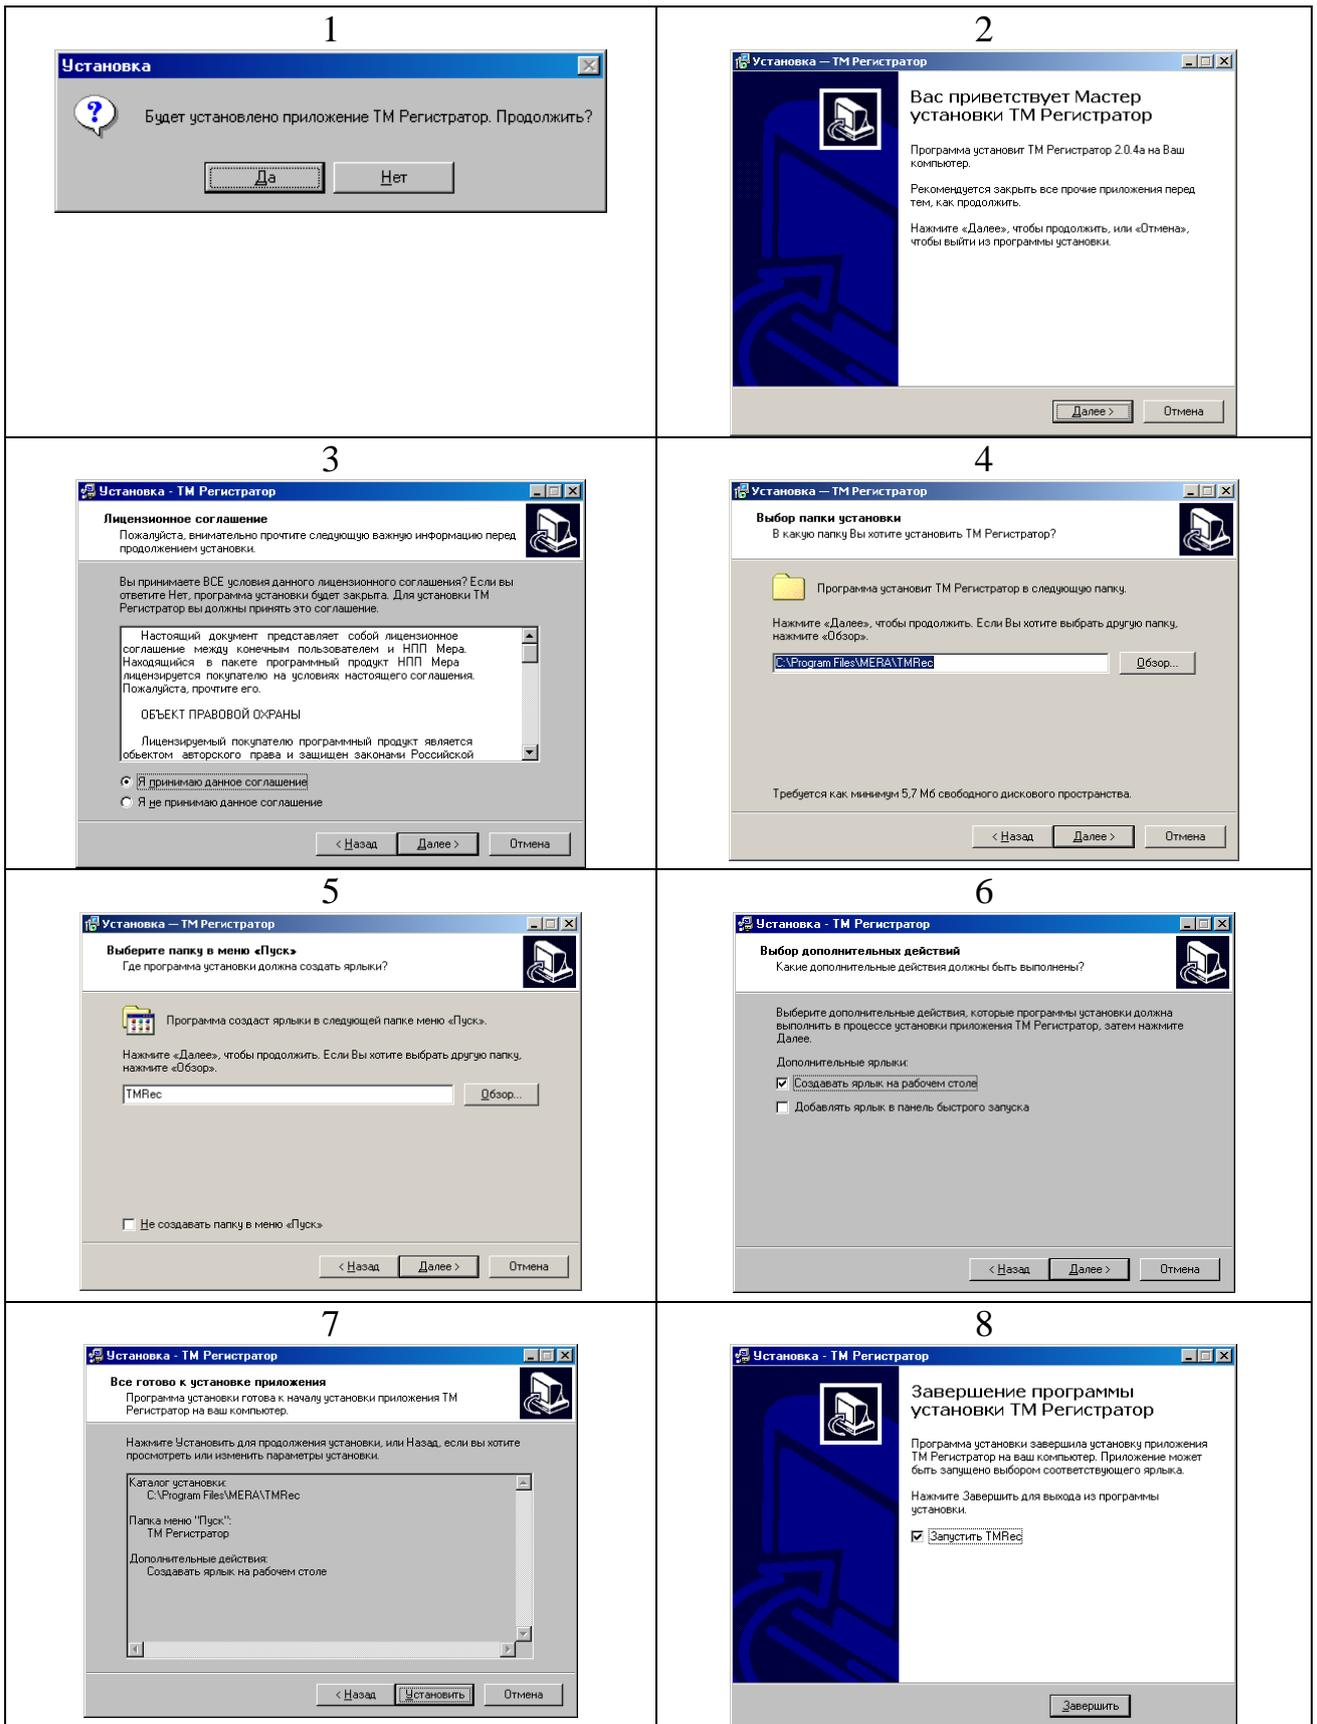

Рисунок 3.1. Установка ПО “TM Регистратор”
3.1 С носителя данных, из директории **Install** запустите инсталляционный файл **SetupTMRec.exe** и выполните в диалоговом режиме предлагаемые операции - рисунок 3.1.